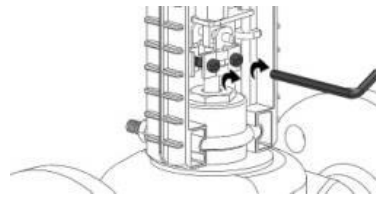

РИС.4
4. Соедините шток привода и шток клапана (Рис.4). Переместите зажимной хомут, ранее отвинченный, на середину, чтобы зажать шток клапана (выпуклость в середине хомута совмещена с канавкой штока привода), а затем затяните два винта, чтобы хомут был надежно закреплен. Инструмент для установки: шестигранный ключ  $S = 5$  мм.